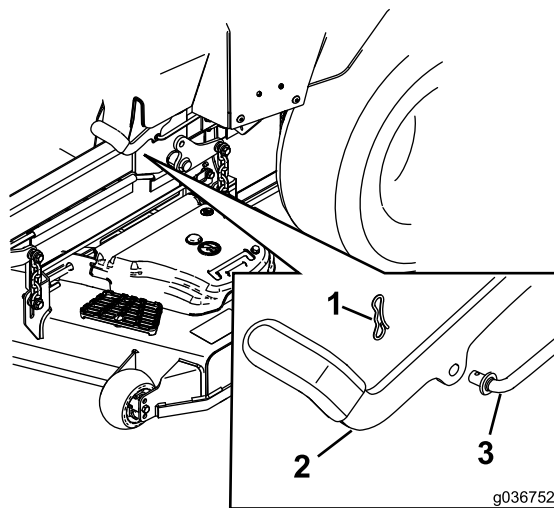

Figure 60
7. Si un réglage est nécessaire, desserrez le frein de stationnement. Retirez la goupille fendue de l'axe de la tringlerie de frein (Figure 60).